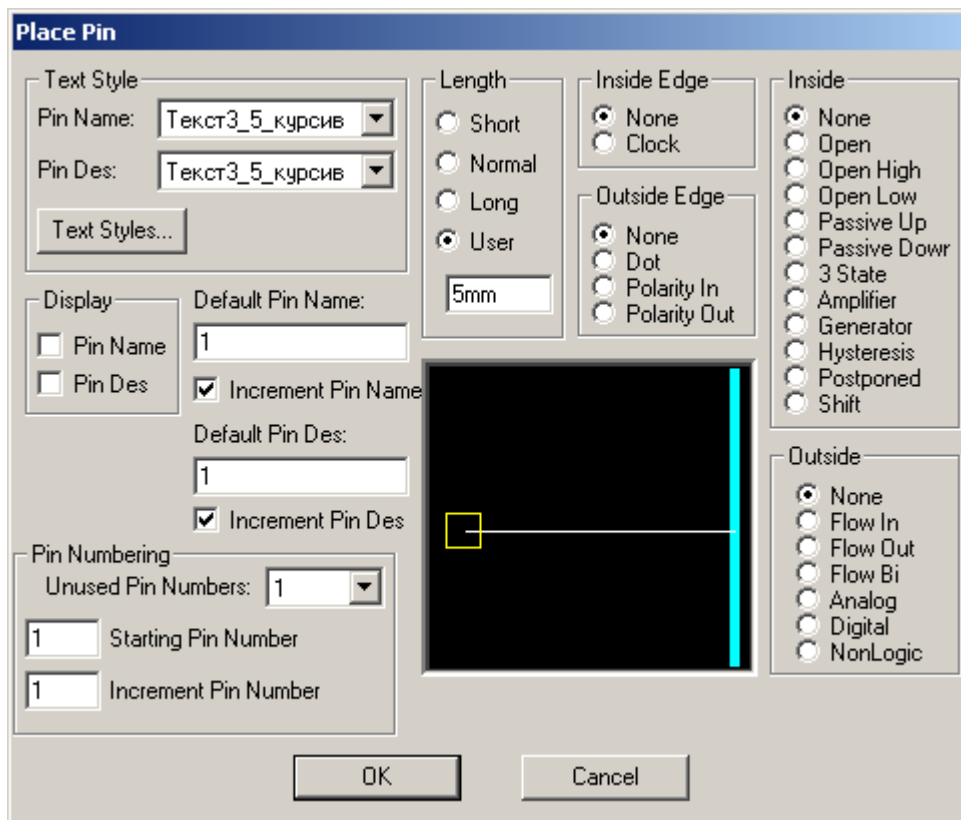

Рис. 3 Окно команды **Place Pin**
- 2.3 Нажмите команду **Place Pin**. При этом появится диалоговое окно настройки параметров вывода компонента (рис. 3).